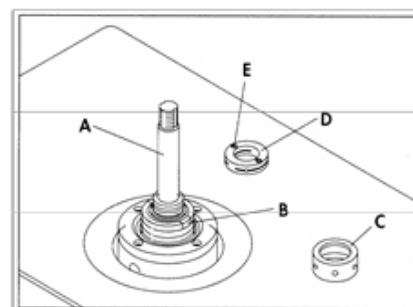

Рис. 3.15
5. Очень осторожно введите шпindel (A) Рис. 3.15 в отверстие главного вала. Убедитесь, что выступ (B) на шпинделе встал в паз, затем зажмите его с помощью гайки (C) и стопорной гайки (D) в обратном направлении.